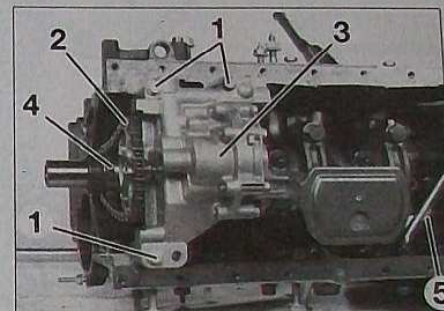

FIG.22
- le carter (2) de fermeture côté pompe à huile.
- la vis (5) de la jauge à huile sur la crépine (Fig.22).
- les trois vis (1) de fixation de la pompe à huile.
- la pompe à huile (3) en même temps que la chaîne
(2) et la pignon (4).